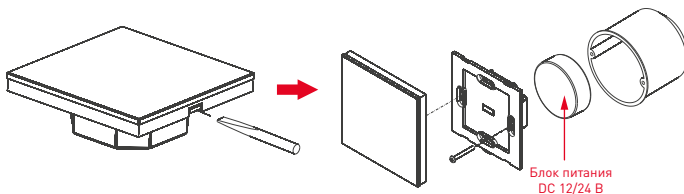

Рисунок 2. Установка панели.
- 3.5. Аккуратно отделите лицевую панель от корпуса при помощи отвертки (Рис. 2).
- 3.6. Установите блок питания и корпус панели в монтажную коробку и закрепите при помощи двух винтов (Рис. 2).